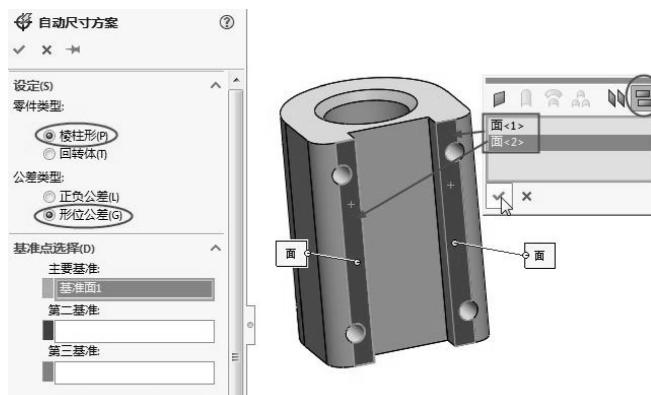

图 5-47 选择主要基准面
- 12 单击【自动尺寸方案】按钮 $\text{A}$ ，设置【自动尺寸方案】属性面板中的参数，并选择主要基准，如图 5-47 所示。